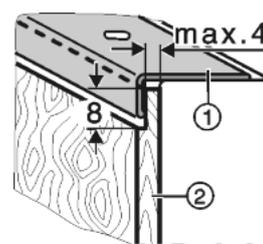

Fig. 38
- ▶ Pour les panneaux décor Fig. 38 (2) plus épais, réduire leur épaisseur à maximum 4 mm, comme illustré.